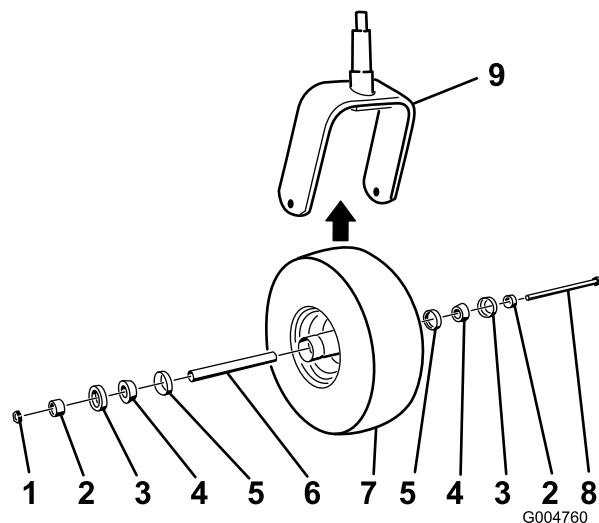

Figure 46
2. Retirez le contre-écrou du boulon (Figure 46).
5. Montez la roue pivotante en poussant les roulements à rouleaux coniques et les joints, garnis de graisse, dans le moyeu, en les positionnant comme indiqué à la Figure 46.